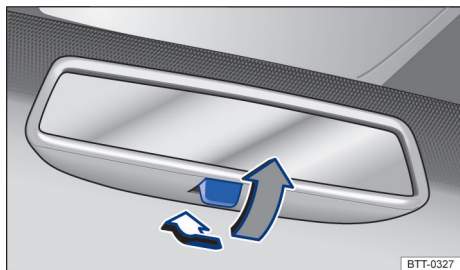

Fig. 112 No para-brisa: espelho retrovisor interno com antiofuscante manual.
- Para evitar o ofuscamento, puxar a alavanca para trás → Fig. 112.